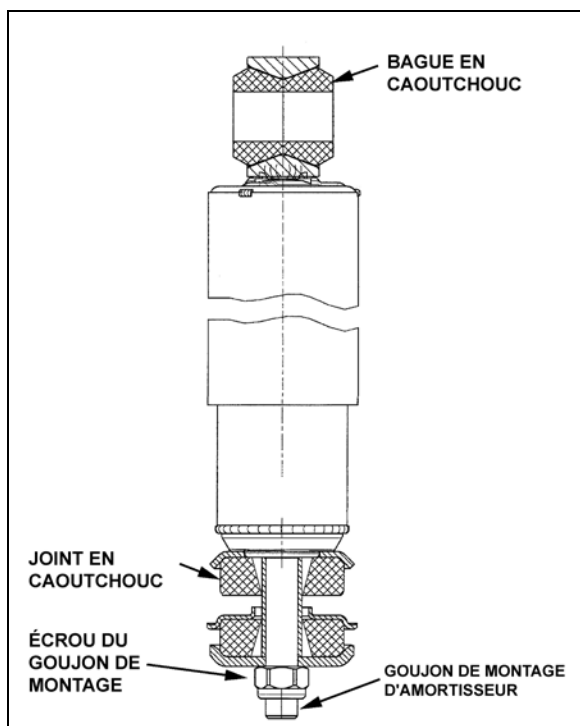

FIGURE 34: AMORTISSEUR
5. Poser l'amortisseur comme illustré à la Figure 34 avec le goujon de montage qui dépasse le trou dans le support de montage et les œillets d'amortisseur par-dessus les goupilles de montage. Poser la rondelle extérieure.